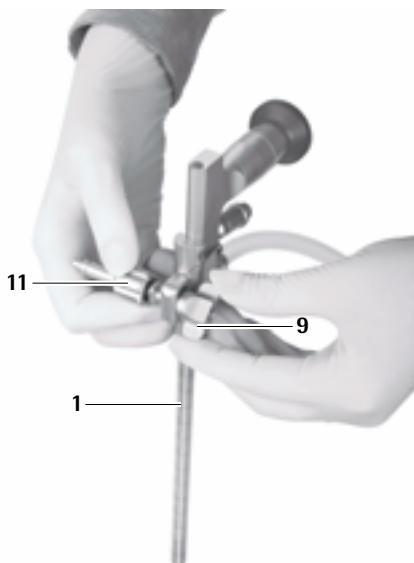

Рис. 19
- ▶ Навинтить барашковую гайку 10 так, чтобы адаптер держателя 11 зафиксировался, см. Рис. 19.